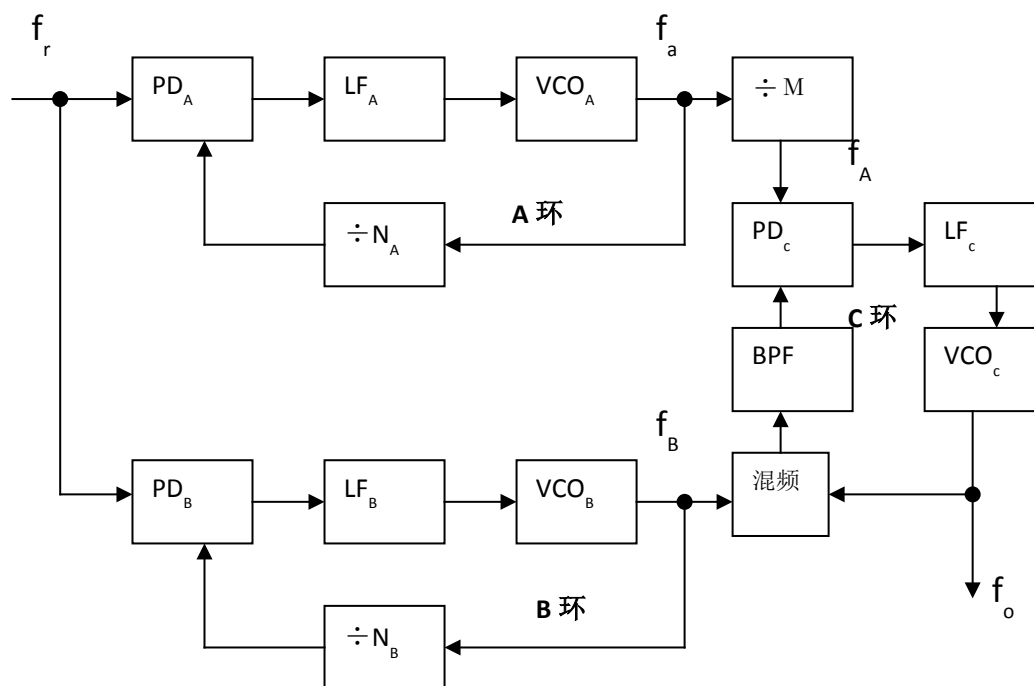

图 p8-4 三环锁相频率合成器方案
**例8-7** 图p8-4给出的是三环锁相频率合成器的方案，它由三个锁相环（A环、B环和C环）和一个混频滤波电路组成，设参考频率 $f_r = 100\text{KHz}$ ，可编程分频器分频比范围分别为 $N_A = 300 \sim 399$ ， $N_B = 351 \sim 356$ ，固定分频器的分频比 $M = 100$ ，求输出频率 $f_o$ 的调节范围和步进（频率间隔）。